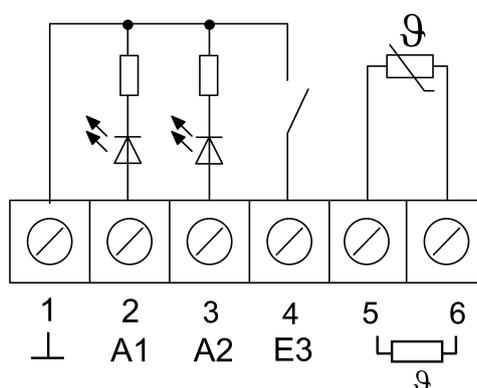

Figure 5: Raccordement des sorties binaires
- Raccorder la sonde de température externe aux bornes 5 et 6 (voir figure 5) du bornier (10) (voir figure 3).